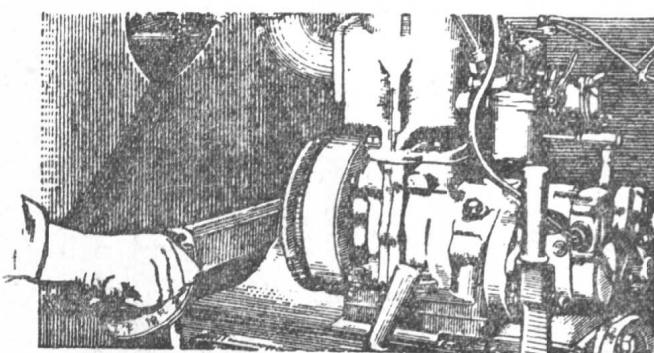

图4 减压手把的預热位置
- (1) 检查拖拉机变速箱的变速杆是否在空档；
- (2) 将发动机油門杆放在最上端（熄火位置）；
- (3) 拉起水箱保溫帘，取下发动机右侧盖，打开机罩右上盖，取下发动机排气管上的木塞；
- (4) 将减压手把放在“預热1”位置（图4）；